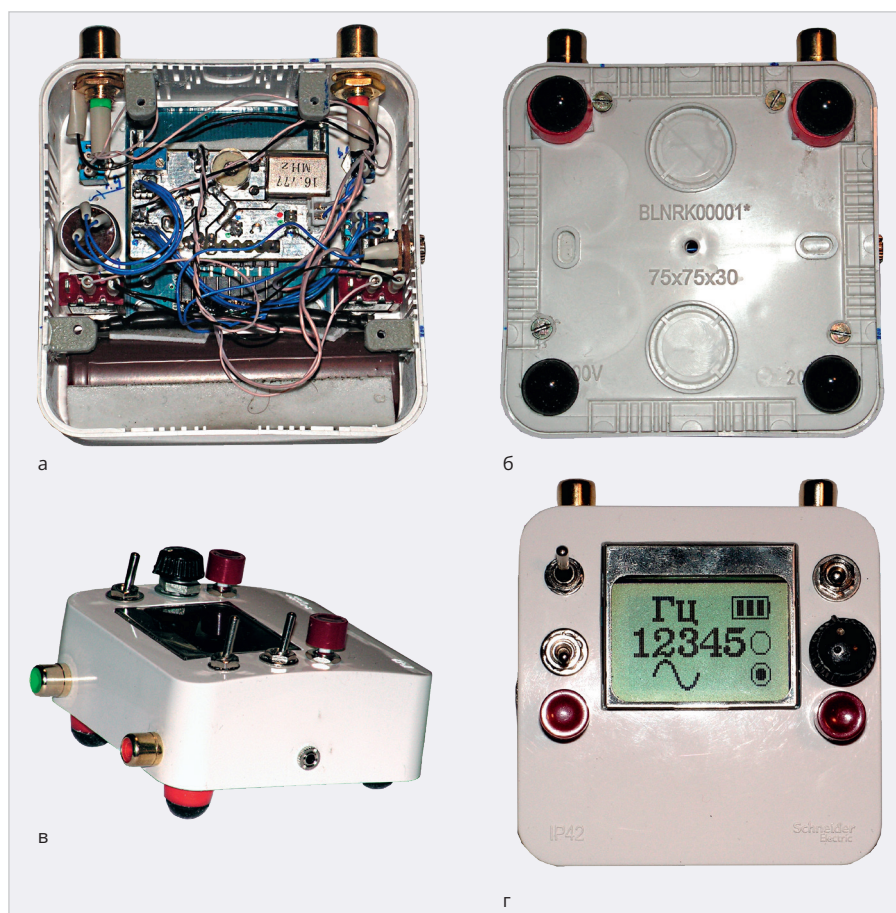
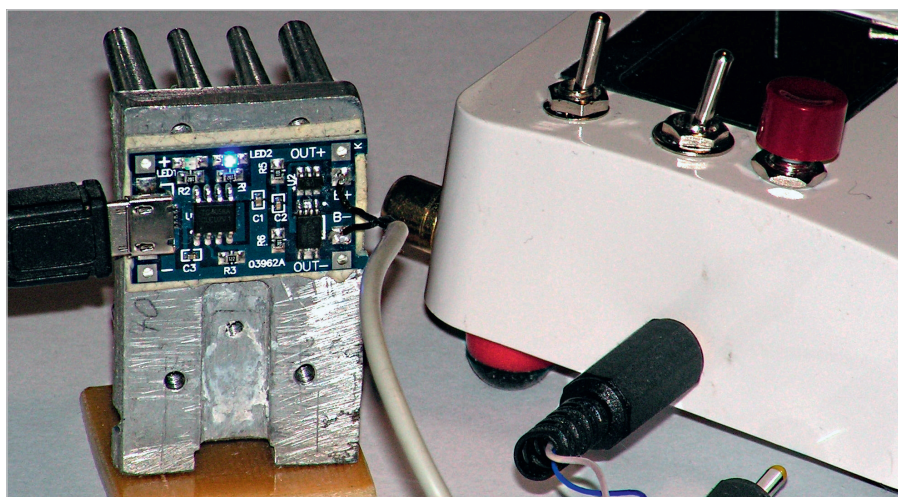

Рис. 7. Конструкция и внешний вид прибора: а – вид в открытом корпусе без крышки, б – вид снизу, в – вид сбоку, г – вид сверху
Рис. 10. Процесс зарядки аккумулятора генератора
Генератор расположен в корпусе от распределительной коробки для электротрики размером 75×75×30 мм (рис. 7). В верхней части корпуса (рис. 7г) для дисплея прорезано окно, а сама плата дисплея приклеена к внутренней поверхности корпуса пористой лентой с двусторонним липким слоем. Плата прибора с одной стороны вставлена в
ответный разъем платы дисплея, а с другой – приклеена к ней пористой лентой с двусторонним липким слоем. Такой же лентой к внутренней поверхности корпуса приклеен аккумулятор. В верхней части корпуса просверлены отверстия, через которые тумблеры, переменный резистор и кнопки укреплены соответствующими гайками, а ручки управления выведены на лицевую поверхность корпуса (рис. 7в, рис. 7г). Два разъёма RCA красного и зелёного цвета и гнездо 2,5 моно через отверстия на боковых стенках корпуса прикручены к нему соответствующими гайками (рис. 7а, рис. 7в). К внутренней поверхности стенок корпуса дихлорметаном приклеены Г-образные пластиковые уголки, в которых просверлены отверстия и нарезана резьба М2. К этим уголкам винтами М2 с головками впотай прикручена крышка корпуса, в которой в соответствующих местах просверлены и раззенкованы отверстия диаметром 2 мм (рис. 7б). Чтобы корпус не скользил, к внешней поверхности крышки пористой лентой с двусторонним липким слоем приклеены 4 резиновые самоклеющиеся ножки. Под две передние ножки подложены пластиковые шайбы (они красного цвета на рис. 7б, рис. 7в). Это сделано для того, чтобы плоскость дисплея отклонить на небольшой угол в сторону пользователя, поскольку в этом случае контраст изображения на дисплее максимален, а потому само изображение наиболее читабельно.
Левый верхний тумблер (рис. 7г) предназначен для включения питания. В его верхнем положении пита-
ние включено, в нижнем выключено. Положение левого нижнего тумблера определяет коэффициент усиления усилителя и соответственно максимально возможное напряжение синусоидального сигнала генератора, зависящее от положения ручки управления переменным резистором. В нижнем положении этого тумблера коэффициент усиления равен 1, а максимальная амплитуда выходного напряжения генератора равна чуть более 0,3 В. В верхнем положении коэффициент усиления, как указывалось выше, равен 4,57, а максимальная амплитуда около 1,4 В. Правый тумблер подключает выходное напряжение генератора к зелёному разъёму RCA (рис. 7в). В верхнем положении тумблера напряжение подключено, в нижнем отключено. Ручка потенциометра (РП) регулирует выходное напряжение генератора от нуля до максимума. При повороте ручки против часовой стрелки до упора выходное напряжение нулевое, при повороте по часовой стрелке до упора – оно максимальное. Левая кнопка предназначена для ввода цифр числа частоты генератора и для его запуска и остановки. Правая определяет режим работы: набор числа или запуск/стоп генератора (см. далее в разделе о порядке работы с генератором).
Квыходному разъёму RCA X1 на рис. 2д (разъём красного цвета на рис. 7в) необходимо подключить цифровой вольтметр или цифровой тестер. Переключить диапазон измерения постоянного напряжения (DC) в тестере на минимальное значение в милливольтках. Включить прибор, переключить левый нижний тумблер в нижнее положение (единичный коэффициент усиления) и, вращая шлиц подстроечного резистора отвёрткой, желательно с керамическим наконечником, в ту или иную сторону, добиваются нулевого показания тестера. Автор использовал тестер на милливольтном диапазоне с одним разрядом после запятой. Показания тестера при правильной настройке составили 000,0 мВ. Далее переключить тум-
Как уже упоминалось выше, для зарядки аккумулятора используется специальная плата на базе микросхемы TP4056, оборудованная разъёмом MicroUSB для подключения к ней устройства для зарядки телефона с выходным напряжением 5 В. К выходным контактам платы припаян двухпроводный кабель, а на другой его конец – аудиоразъём – штекер моно 2,5 мм (рис. 10). Провода в месте пайки кабеля к плате укреплены каплей термоклея. Иначе от частого изгибания кабеля провода в месте пайки могут отломиться. Этот штекер вставляется в ответный разъём – розетку (Хзар, рис. 2а), расположенную на боковой поверхности прибора (рис. 7в), а разъём microUSB от устройства зарядки телефона – к плате. При зарядке аккумулятора питание прибора должно быть выключено, а зарядка для телефона подключена к сети. При правильном подключении на плате включится красный светодиод, и начнется зарядка аккумулятора. По завершении (когда аккумулятор зарядится до напряжения 4,2 В) красный светодиод погаснет, и включится синий, сигнализируя о конце зарядки (рис. 10). Здесь следует заметить, что на плате с TP4056 по умолчанию установлено максимальное значение зарядного тока в 1 А. Такой ток обеспечивают далеко не все зарядные устройства для телефона. Кроме того, при токе 1 А плата с TP4056 достаточно сильно нагревается и может выйти из строя от перегрева. Поэтому, если использовать зарядку для телефона (или, например, для зарядки аккумуляторов IQOS), обеспечивающую ток 1 А (или более), то плату необходимо установить на радиатор.
Автор использовал игольчатый радиатор с площадью поверхности около  $70 \text{ см}^2$ . Плата приклеена к радиатору гибкой термопрокладкой с двусторонним липким слоем (она белого цвета на рис. 10). Если же зарядка для телефона обеспечивает ток не более  $0,5 \text{ А}$ , то радиатор не нужен, так как в этом случае нагрев платы небольшой; правда, время зарядки аккумулятора будет существенно больше.